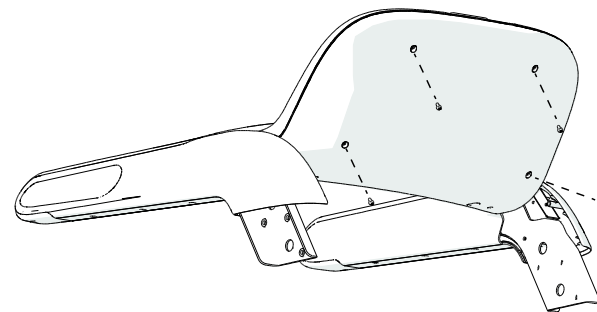

Рисунок 2
6. Опустите верхнюю часть беговой дорожки (приборную панель) на вертикальные стойки, затем снимите крышку панели (см. рис. 2).
7. Завершив сборку консоли, верните на место заднюю крышку (см. рис. 2).